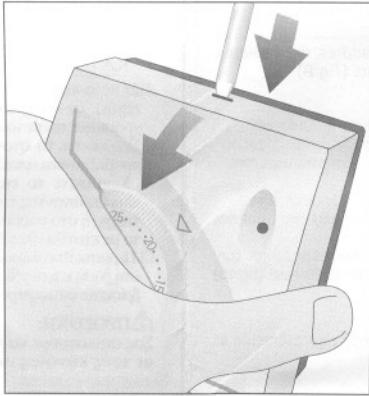
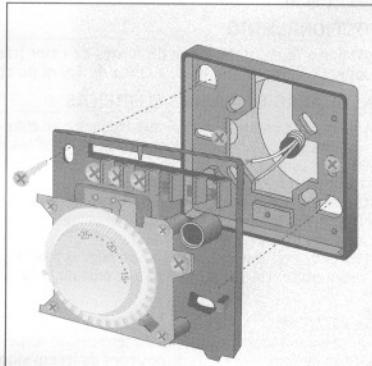

fig.8 - EIK.8
fig.9 - EIK.9
B) Separare la base dal coperchio del prodotto facendo pressione sull'apposito dente di aggancio (fig.8), quindi fissarla alla parete (o alla sottobase) utilizzando i fori a disposizione. (fig.9) a mezzo viti con un diametro max 3,5mm.
B) Remove the front cover from the thermostat base by releasing the provided clip (fig.8), then fix it to the wall (or to the sub-base fitting) through the provided holes (fig.9) and tighten it by means of suitable screws having max of 3,5 mm.